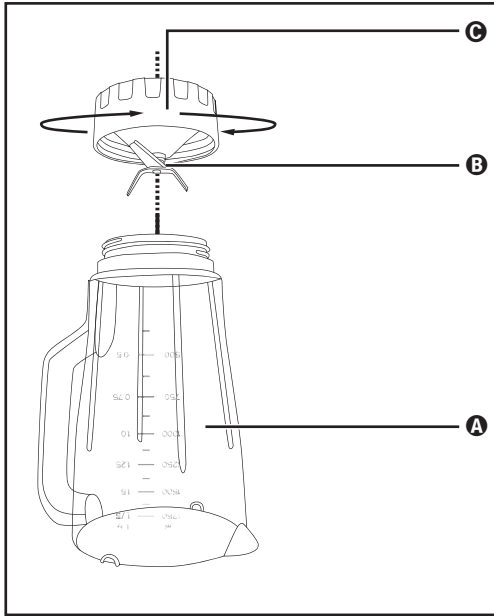

Fig. 3
- 2) Renversez l'appareil et tournez la pièce en plastique inférieure ③ du bol mixeur ③ dans le sens antihoraire afin qu'elle se détache de la pièce en plastique supérieure ① du bol mixeur ③ (voir fig. 3).